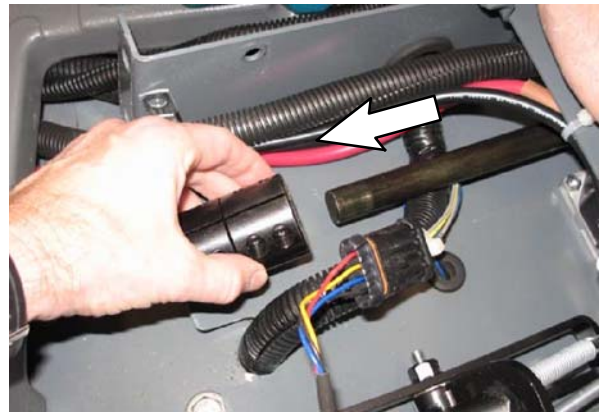

FIG. 17
16. Faites glisser le coupleur de direction depuis l'arbre de direction. Mettez le coupleur de direction au rebut. (Fig. 17)